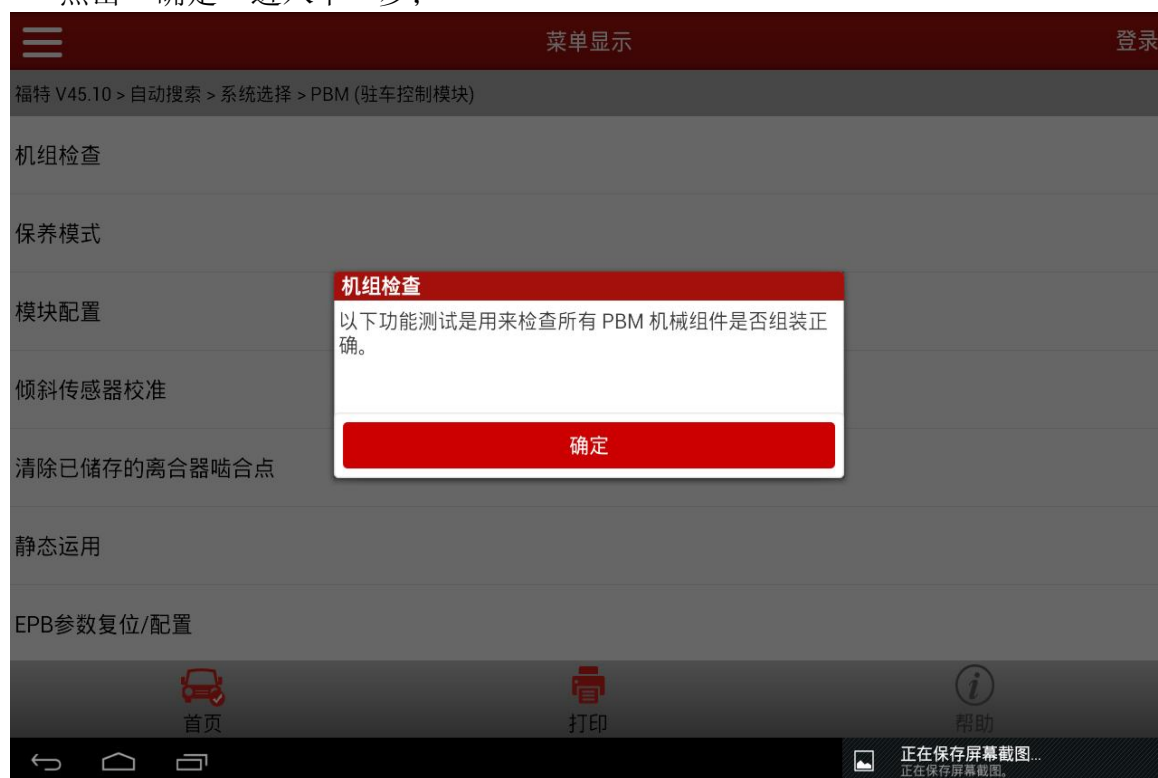

图 4
- 4). 提示：以下功能测试试用来检查所有 PBM 机械组件是否组装正确（如图 4），点击“确定”进入下一步；